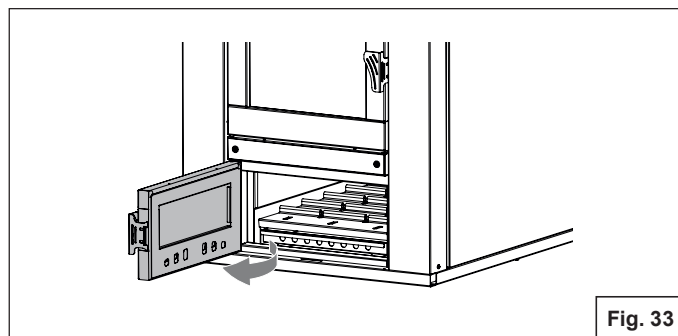

Fig. 33
1. Aprire lo sportello della camera di combustione (**Fig.33**)